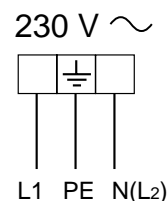

Fig. 6.1
- ✓ O cabo eléctrico deve ser ligado à bateria de terminais segundo o esquema ilustrado na fig. 6.1.